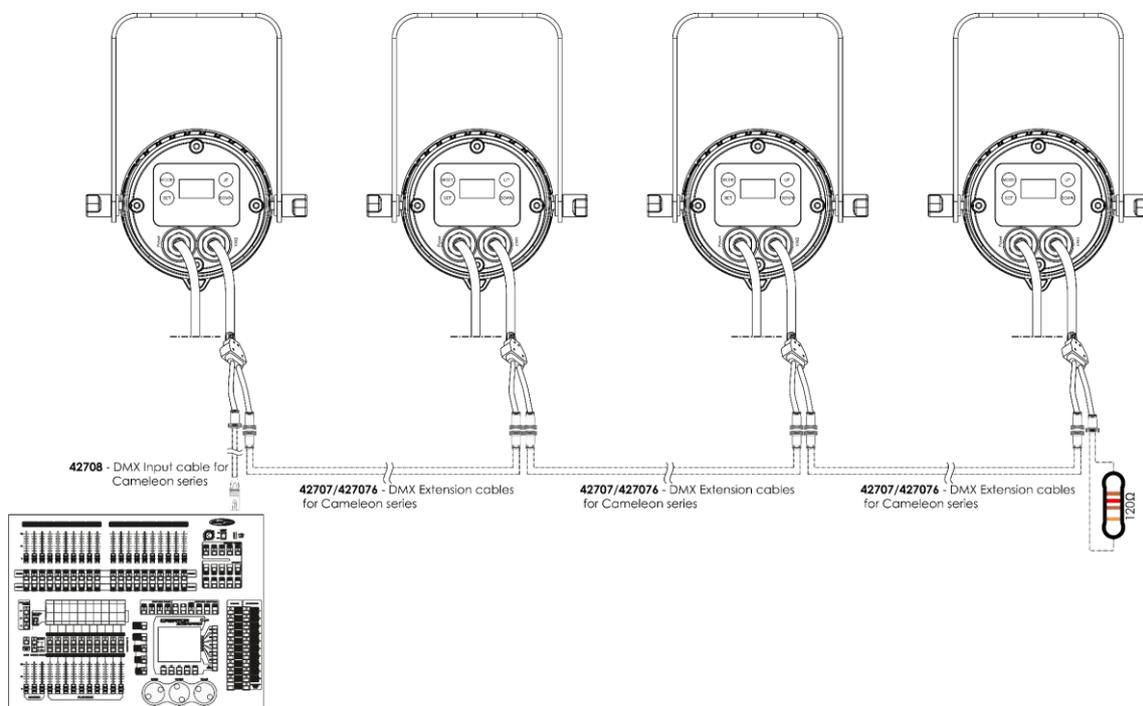

Fig. 04
- 04) Conecte las unidades entre ellas como se indica en la Fig. 04. Conecte un controlador de iluminación a la toma de entrada de señal "DMX In" de la primera unidad mediante el cable 42708- Cable de entrada DMX. Conecte la toma de salida "Out" de la primera unidad al conector de entrada "In" de la segunda unidad mediante los cables 42707/427076 - Cable de extensión DMX. Interconecte las unidades segunda, tercera y cuarta mediante los cables 42707/427076 - Cable de extensión DMX.